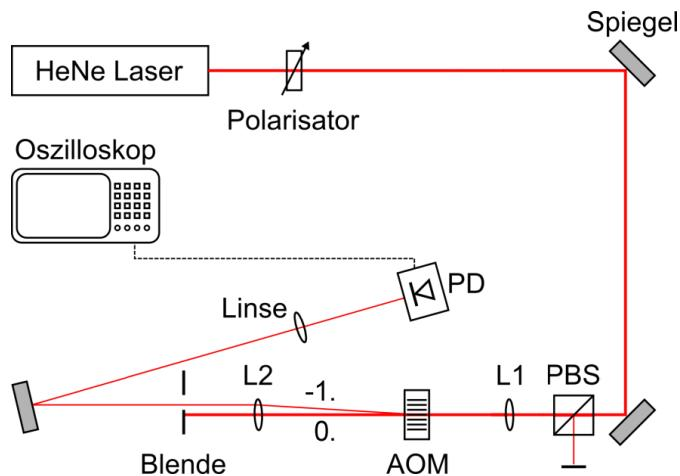

Abbildung 3. Schematischer Aufbau zur Pulserzeugung (b). L1: Linse 1; L2: Linse 2.
- Bauen Sie nun das Experiment gemäß Abbildung 3 auf. Stellen Sie den AOM in den gemeinsamen Fokus zweier Linsen L1 und L2. Der Laserstrahl wird nun in den AOM fokussiert. Beginnen Sie mit einer Brennweitenkombination von $f_1=200\text{mm}$ und $f_2=150\text{mm}$. Erzeugen Sie mit dem Funktionsgenerator Rechteckpulse einer Pulslänge von $1 \mu\text{s}$ und einer Anstiegszeit von ca. 20 ns. Speichern sie den zeitlichen Verlauf der Laserpulse für verschiedene Brennweitenkombinationen (f_1, f_2) auf dem Messrechner. (*Hinweis:* An Position L1 sollte jede Linse ($f_1=200, 150, 100, 50 \text{ mm}$) mindestens einmal gestanden haben.) Beobachten Sie, wie sich die Anstiegszeit der Pulse verhält.